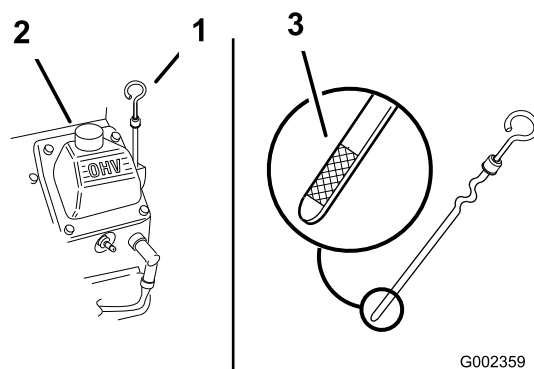

图45
- 清洁量油尺周围的区域 图45 防止灰尘落入注油孔并损坏发动机。
3. 取出量油尺擦拭干净然后完全安装到位 图45。
油位应介于量油尺上“F”已满与“L”较低标记之间 图45。
- 如果油位低于“L”较低标记应取下加油管盖图45添加指定机油直至油位达到量油尺上的“F”已满标记。